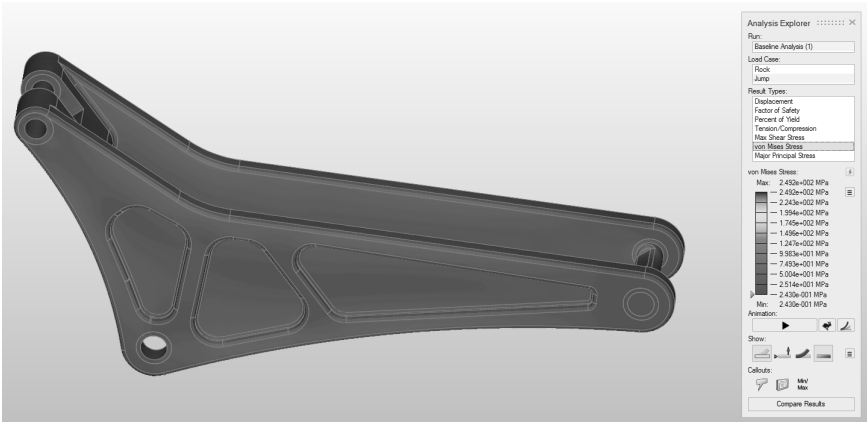

图 8-17
- 1) 如果 Jump 载荷工况仍为选中状态，将结果类型切换为米塞斯等效应力，如图 8-17 所示。